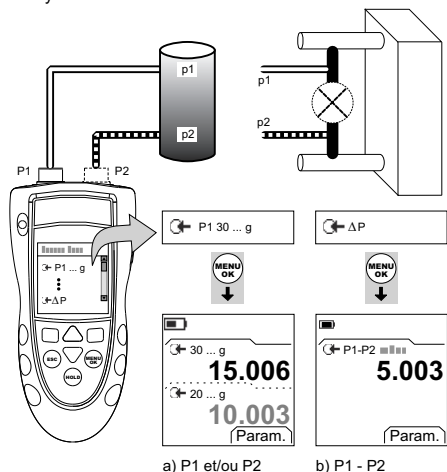

Figure 2 : Exemple de configuration - Mesure de pression
1. Raccorder l'instrument (Figure 2) et, si nécessaire, régler la Configuration (Tableau 1).
Les exemples de la Figure 2 indiquent :
- Raccorder l'instrument à l'étalon de pression (Figure 2).